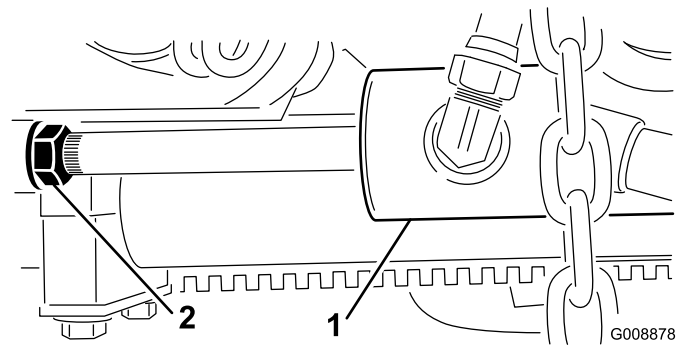

**Figure 28**
- De chaque côté de la machine, desserrez les écrous de blocage et dévissez les boulons d'arrêt des bras de levage (**Figure 28**).